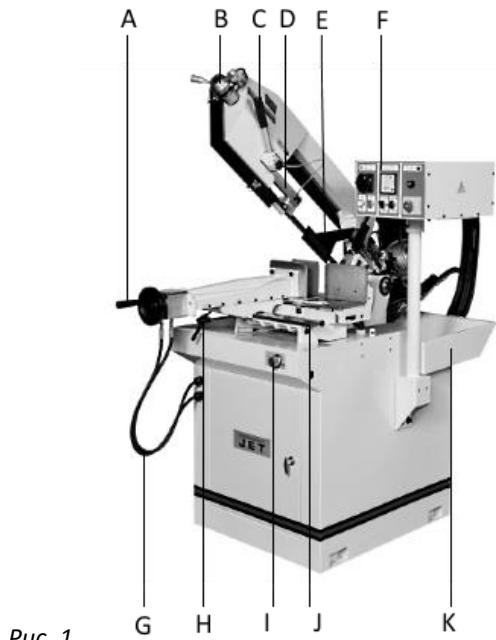
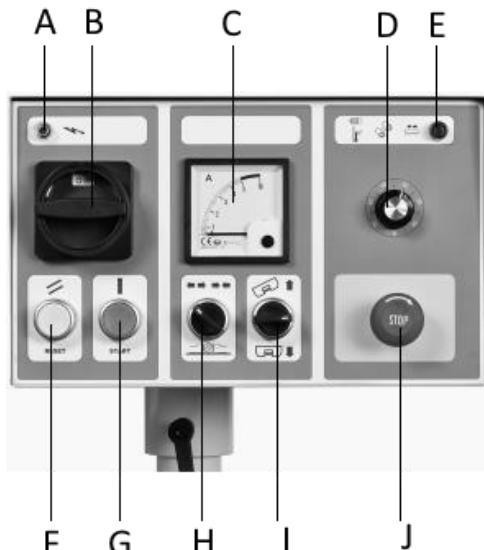
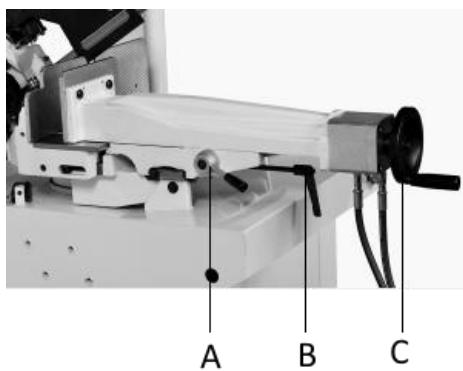

Рис. 1
Рис.5
Рис.6
Включение в сеть производится поворотом главного выключателя (B, рис.5). При напряжении в сети загорается индикатор (A, рис.5)
Индикатор готовности (E) загорается в том случае, если защитная крышка шкивов опущена, полотно натянуто, а температура двигателя не чрезмерная. На амперметре (C, рис.5) отображается сила тока, подаваемого к двигателю.
Подключите станок к сети. Переведите главный выключатель (B, рис.5) в положение «ON» Включите гидростанцию (F, рис.5) Поднимите раму пилы используя кнопки (I, рис.5) Установите на «0» скорость подачи рамы (I, рис.1). Установите переключатель тисков на разжим (H, рис.5) Разместите заготовку в тисках. При установке используйте рукоятку быстрой подачи тисков (A, рис.6) и маховик точной подачи (C, рис.6)
Между подвижной губкой тисков и заготовкой необходимо оставить 2-3 мм для работы гидравлического прижима. Запустите цикл нажатием кнопки (G, рис.5). Произойдет зажим заготовки гидравлическими тисками, затем начнется движение пилы к заготовке. Быстрая подача рамы сменится рабочей скоростью подачи, (I, рис.1) после того, как сработает датчик высоты заготовки. Рабочую скорость подачи можно менять, вращая ручку (I, рис.1).
Придерживайтесь правила: чем тверже металл, тем более низкой должна быть скорость резки. Регулировка скорости движения полотна осуществляется с пульта управления, вращением рукоятки (D, рис.5)
Подсоедините станок к источнику питания. При правильно установленном полотне и закрытом кожухе на панели управления после включения гидростанции должен загореться индикатор (E, рис.5).
Тиски оснащены механизмом быстрой подачи, (B, рис.6) и маховиком точной подачи (C, рис.6).
Ослабьте фиксирующую рукоять поперечного перемещения тисков (B, рис.6)